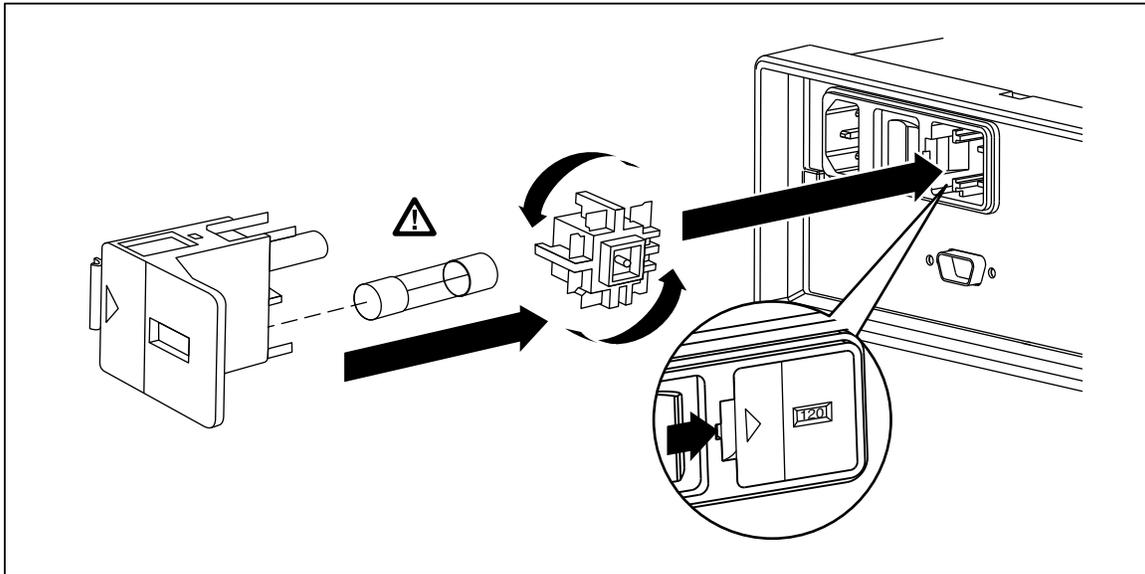

図 2-1. ライン電力ヒューズの交換
2. ヒューズ・ホルダーの左側にある小さな溝に、小型ドライバーを挿入し、ホルダーが飛び出すまで、右に押しします。図 2-1 を参照して下さい。